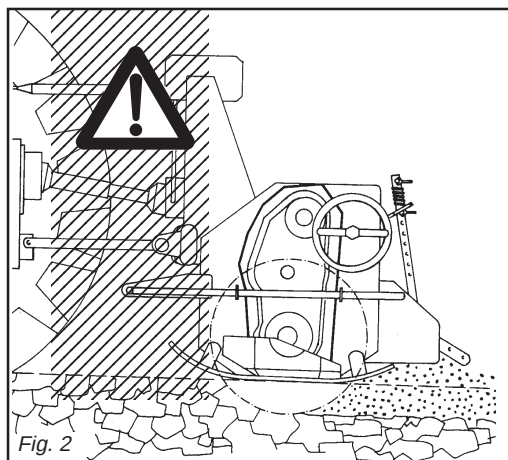

Fig. 2
- 24) È assolutamente vietato interporvi tra il trattore e la zappatrice (Fig. 2) con motore acceso e cardano inserito nonché senza aver azionato il freno di stazionamento ed aver inserito, sotto le ruote, un ceppo o un sasso di bloccaggio.
- 24) *It is absolutely forbidden to stand between the tractor and the implement (Fig. 2) when the engine is running and the cardan shaft is engaged without having first engaged the hand brake and placed a block*
- 24) Es ist absolut verboten, bei laufendem Motor und eingeschalteter Gelenkwelle zwischen den Schlepper und das Gerät zu treten (Abb. 2). Dazu muß die Feststellbremse gezogen werden und unter die Räder ein Bremskeil oder ein großer Stein gelegt worden sein.
- 24) *Il est absolument interdit de se mettre entre le tracteur et l'appareil (Fig. 2) quand le moteur est en marche et le cardan enclenché, sans*
- 24) Está terminantemente prohibido colocarse entre el tractor y el equipo (Fig. 2) con motor encendido y cardán inserido, o sin haber accionado el freno de estacionamiento y de colocar, debajo de las ruedas, una piedra u otro elemento de bloqueo.
- 28) È assolutamente vietato interporvi fra il trattore e l'attacco della zappatrice per manovrare il comando dall'esterno per il sollevamento (Fig. 2).
- 28) *It is absolutely forbidden to stand between the tractor and the implement when manoeuvring the lift control from the outside (Fig. 2).*
- 28) Es ist absolut verboten, zwischen den Schlepper und den Anschluß zu treten, um die Aushebung von außen zu betätigen (Abb. 2).
- 28) *Il est absolument interdit de se mettre entre le tracteur et l'attelage pour manoeuvrer la commande de relevage de l'extérieur (Fig. 2).*